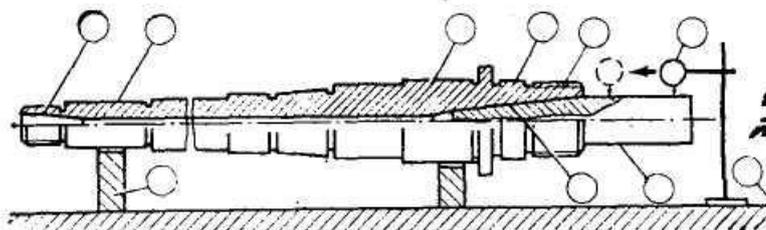

Рис. 1. Шпиндели токарного станка
1. Определить, какими цифрам обозначены на рис. 1 элементы шпинделя:
2. Определить, какими цифрами обозначены на рис. 1 приспособления и инструменты, применяемые при контроле шпинделя на точность: